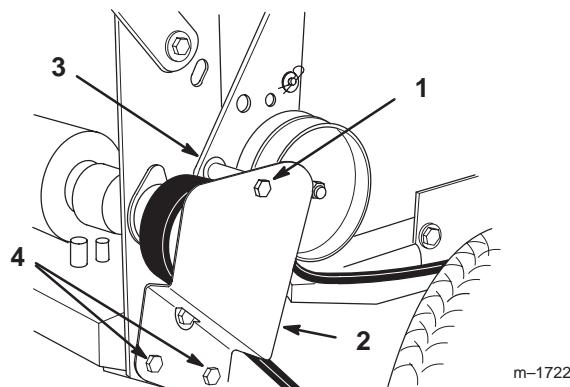

Bild 35
2. Entfernen Sie die obere Innensechskantschraube, die den Spannscheibenträger am hinteren Chassis absichert (Bild 35).
3. Lockern Sie die beiden unteren Befestigungsschrauben so weit, dass der Riemen zwischen der Antriebs scheibe und dem Spannscheibenträger durchgeht (Bild 35).